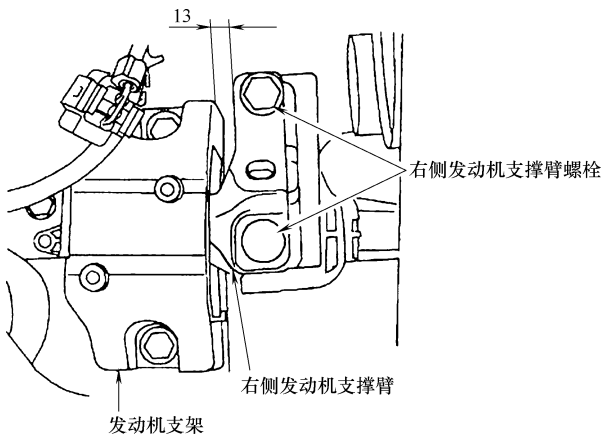

图 1-43 拆卸发动机支架和右侧发动机支撑臂
8) 拆下正时带中间盖罩和下盖罩。拆卸发动机支架和右侧发动机支撑臂上的螺栓。拆卸发动机支架和右侧发动机支撑臂（图 1-43）。